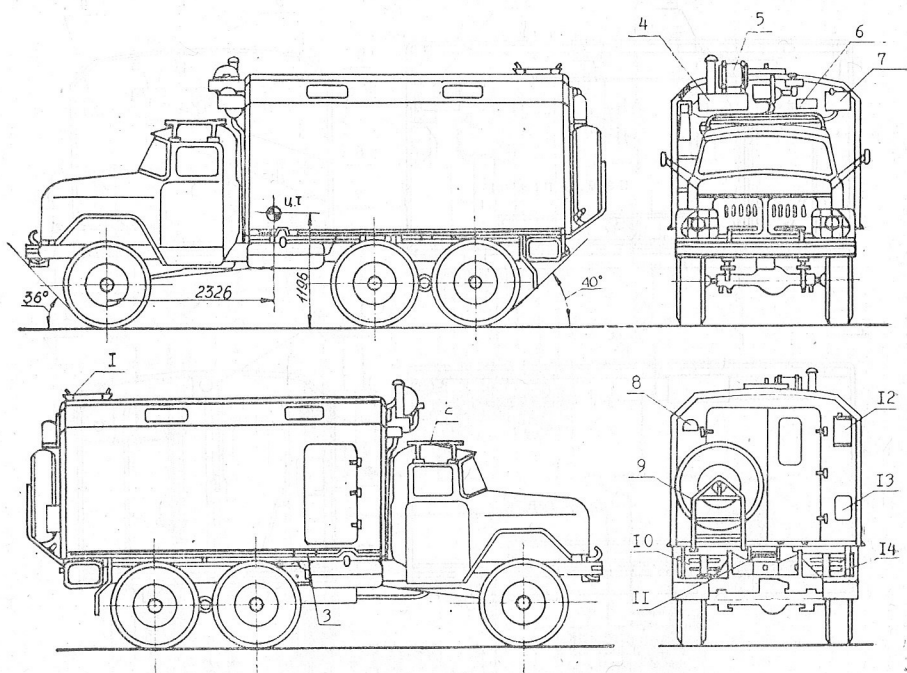

Рис. 1. Автомобильный кузов-фургон №6.131
8. Общий вид, вид изнутри, схема электрическая принципиальная приведены соответственно на рис. 1, 2, 3.